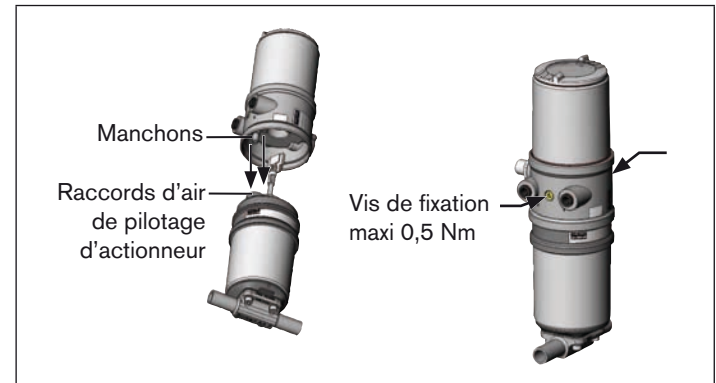

Fig. 6 : Montage du positionneur
2. que les manchons du positionneur entrent dans les raccords d'air de pilotage de l'actionneur (voir également « Fig. 6 »).